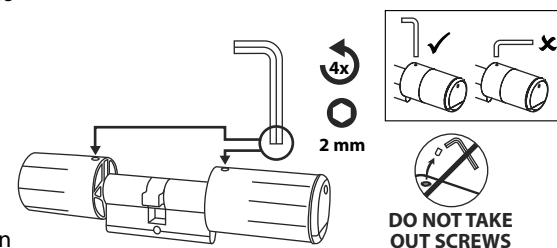

Fig. 2
- 2 L'allentamento e il fissaggio del pomello esterno e interno avvengono tramite uno spinotto filettato integrato nella manopola. Allentare i due spinotti filettati nelle manopole con la chiave esagonale in dotazione (Fig. 2).